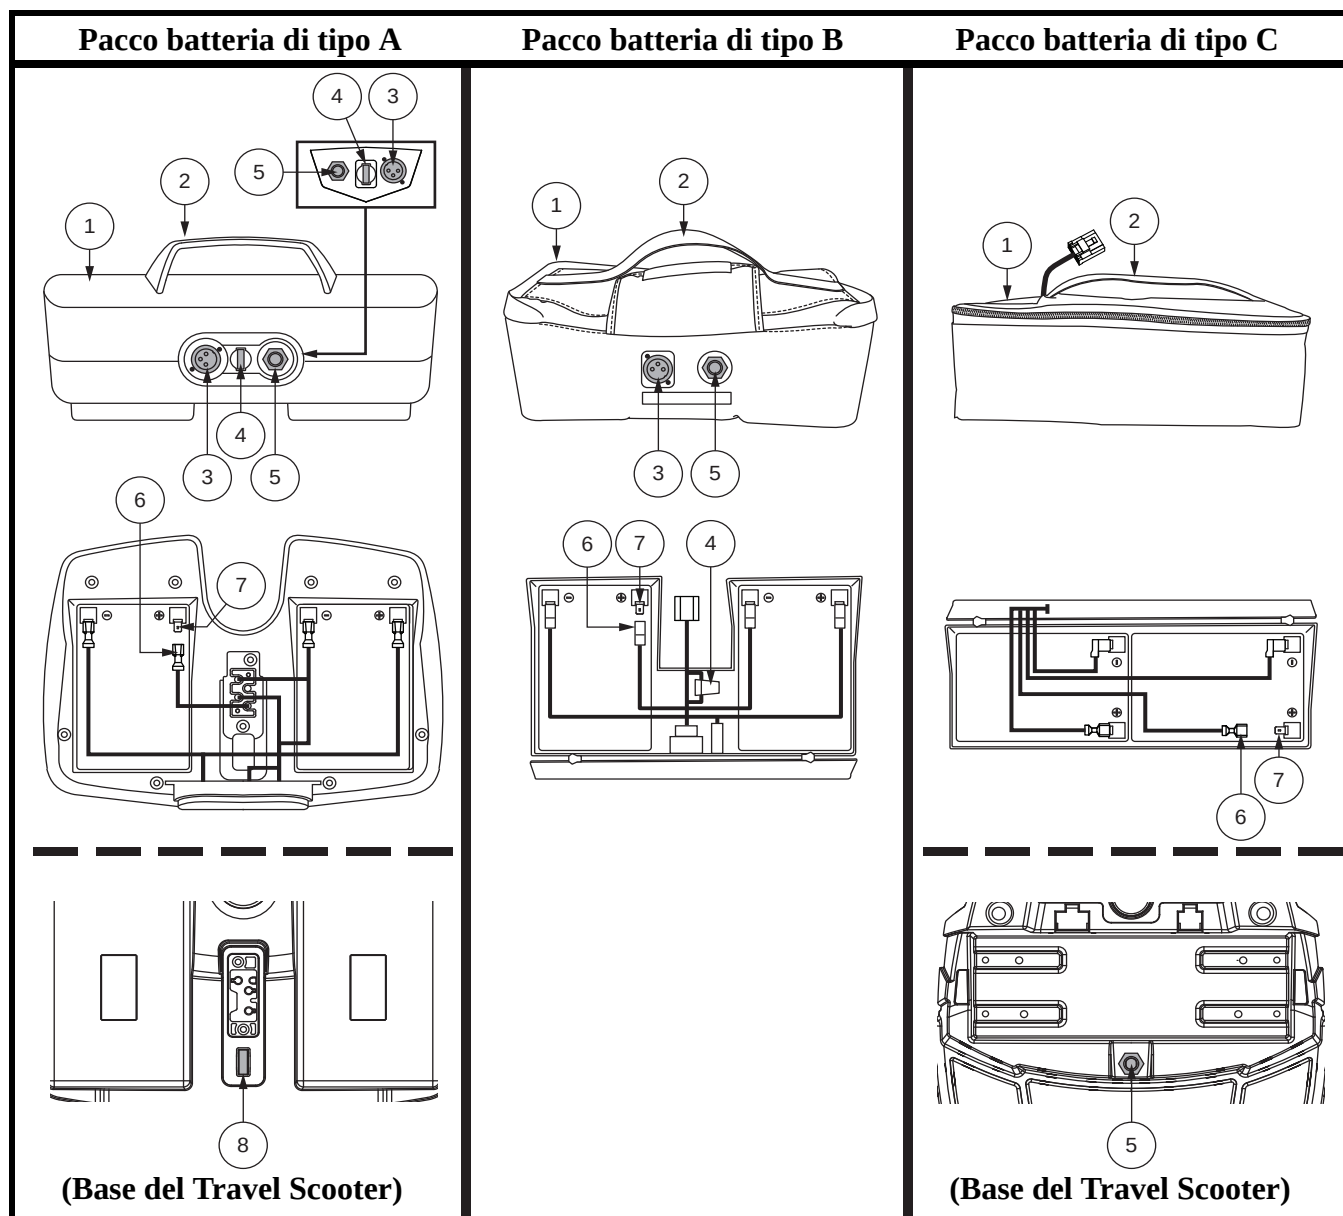

Figure 6. Gruppo batteria
- Verificare che il fusibile sul gruppo batteria sia funzionante. **Vedere le figure 6 o 7.**